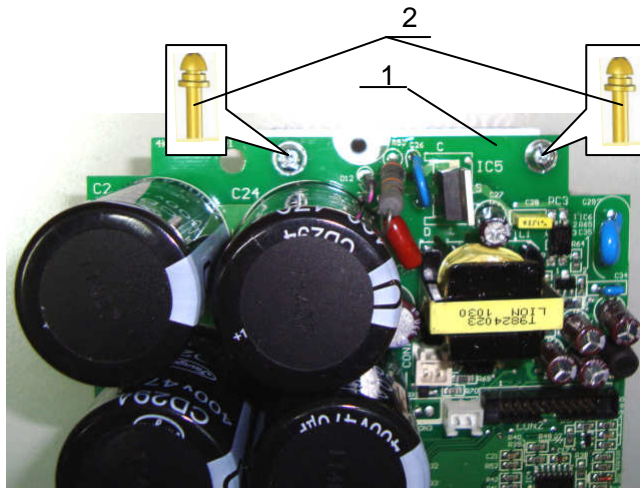

Рис.6.14
7.7.3. Выкрутить два винта 2 крепления платы драйверов 1 (рис. 6.14). Положить винты в тару.